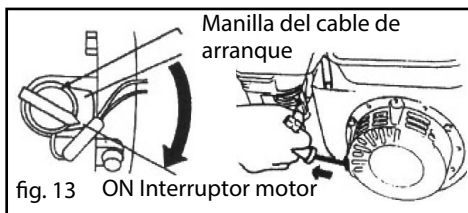

fig. 13
8. Ponga en marcha el motor (Fig.13).